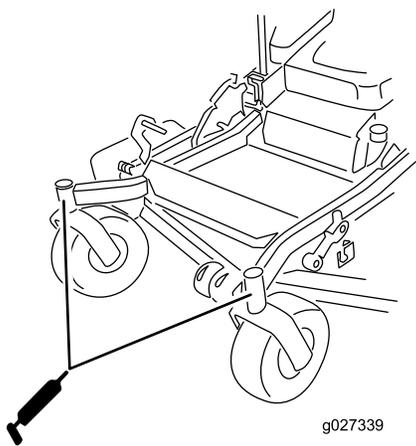

Рисунок 57
15. Установите шестигранную заглушку и пылезащитную крышку (Рисунок 57).
16. Смажьте подшипники поворотных колес консистентной смазкой (Рисунок 57).